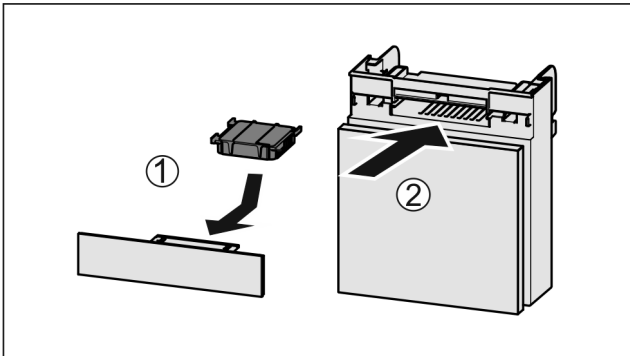

Fig. 166
- ▶ 按图装入 Fig. 166 (1) 活性炭过滤器。
- ▶ 推入 Fig. 166 (2) 抽屉。